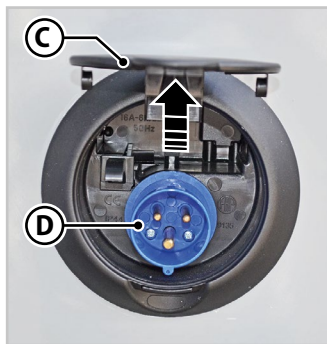

Abb.6.29 - 220-V-Steckdose
2. Heben Sie die Abdeckung (**C** - Abb.6.29) der Steckdose (**D** - Abb.6.29) an der Seite des Fahrzeugs an.
3. Schließen Sie ein externes Kabel des zugelassenen Typs und mit geeignetem Querschnitt an die Steckdose (**D** - Abb.6.29) an.